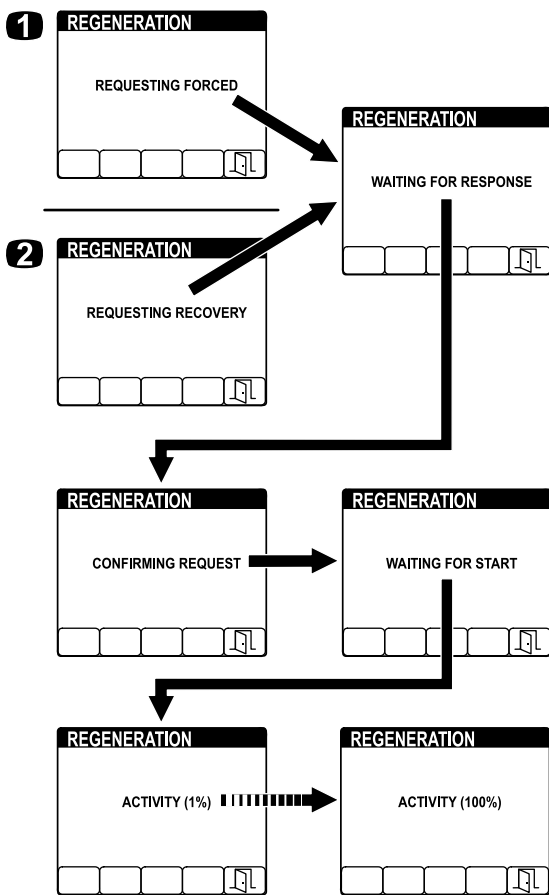

Bild 69
4. Während die Regenerierung durchgeführt wird, werden im InfoCenter mehrere Bildschirme (Bild 69) angezeigt: